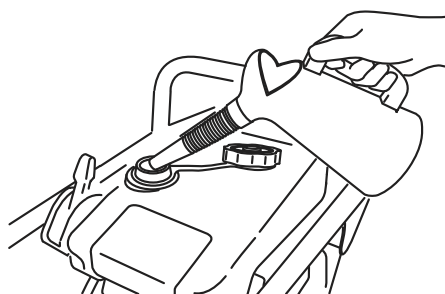
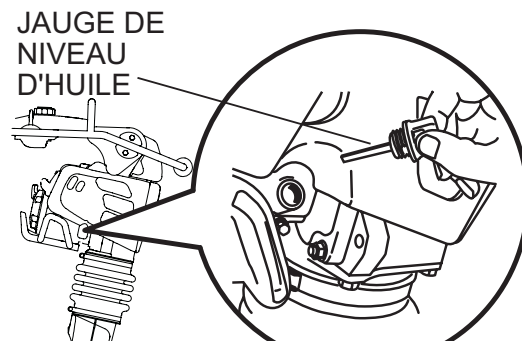

Figure 4. Réservoir de carburant
Figure 5. Jauge d'huile du moteur
1. Remplir le réservoir (Figure 4) avec de l'essence sans plomb. Dans le même temps, vérifier le niveau d'huile et s'habituer à le remplir régulièrement (Figure 5).